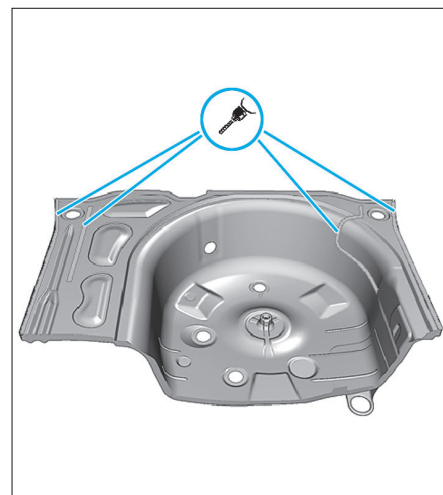

FIG. 125
- Préparer les zones d'accostage (Fig.125).